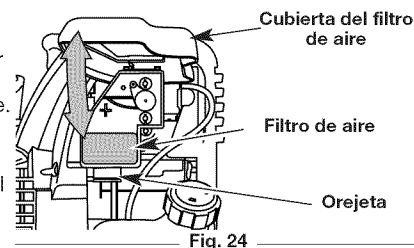

Fig. 24
- Abra la tapa del filtro de aire. Empuje hacia adentro la lengüeta que está en lado inferior de la tapa. Después hale hacia afuera y arriba la tapa del filtro de aire. (Fig. 24).
- Instale de nuevo la tapa del filtro de aire. Haga coincidir las ranuras que hay en la parte superior de la tapa del filtro de aire con las lengüetas de la parte superior de la placa posterior (Fig. 24).
- Gire la tapa hacia abajo hasta que la lengüeta de la placa posterior del filtro de aire se enganche en la ranura de la tapa del filtro de aire (Fig. 24).